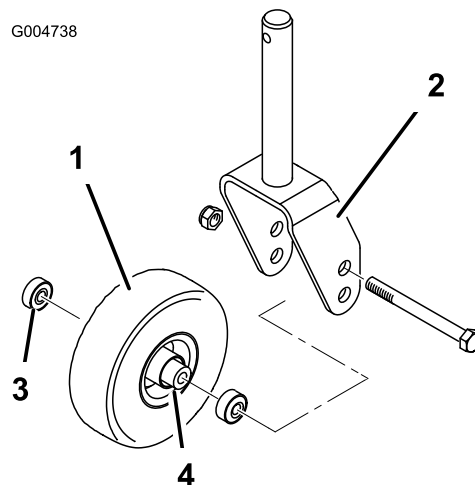
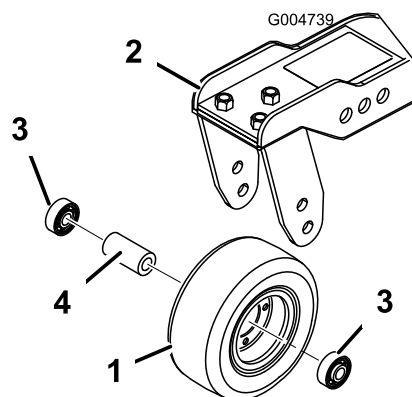

Figure 85
Figure 86
1. Retirez le contre-écrou du boulon vis de fixation de l'ensemble roue pivotante entre la fourche (Figure 85) ou le bras pivotant (Figure 86). Maintenez la roue pivotante et sortez le boulon de la fourche ou du bras pivotant.
2. Enlevez le roulement du moyeu de la roue et laissez tomber la douille d'écartement à l'extérieur (Figure 85 et Figure 86). Enlevez le roulement de l'autre côté du moyeu.